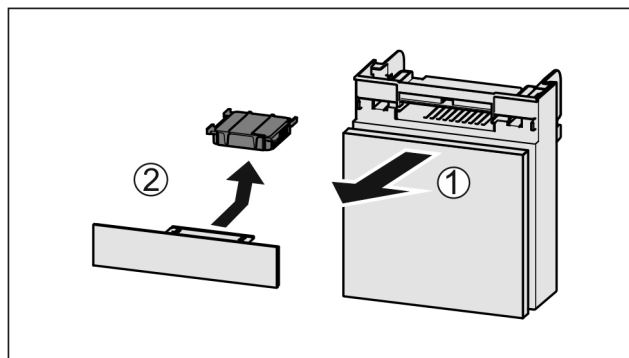

Fig. 168
- ▶ Вытянуть Fig. 168 (1) отделение движением вперед.
- ▶ Извлечение Fig. 168 (2) фильтра с активированным углем.